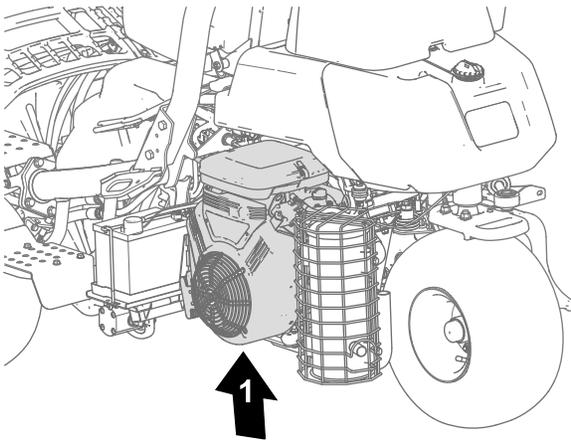

Figure 1
1. Placez un cric sous le moteur thermique (Figure 1).